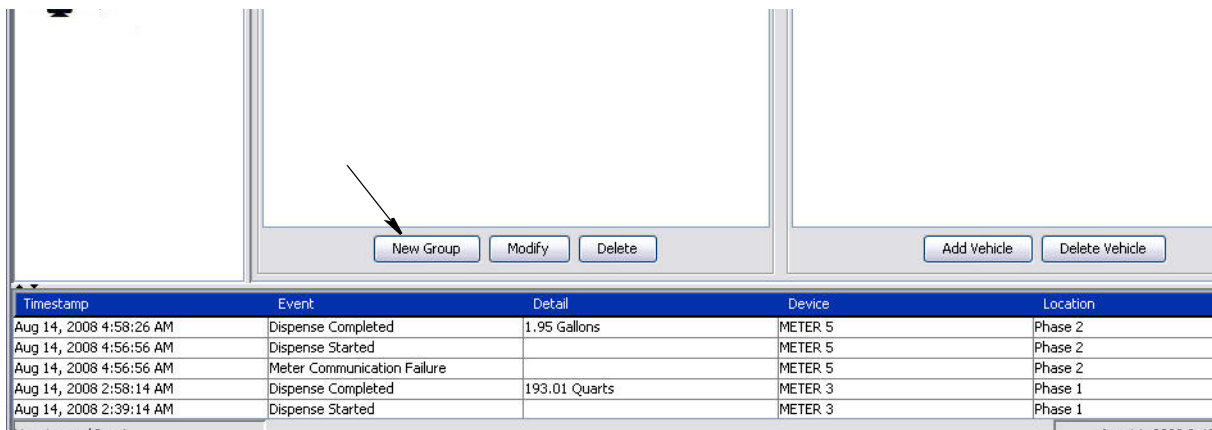

FIG. 151
2. Pour créer un nouveau groupe de véhicules, cliquez sur le bouton Nouveau Groupe (FIG. 151).